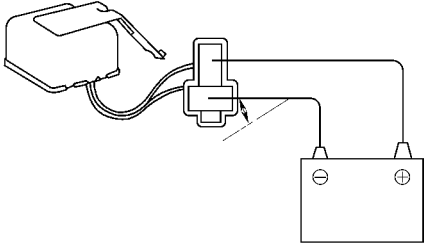

图 18-111 检查车速报警音器
(4) 检查车速报警音器。将蓄电池电压间断地加到报警器的端子之间，如图 18-111 所示。检查其的响声。